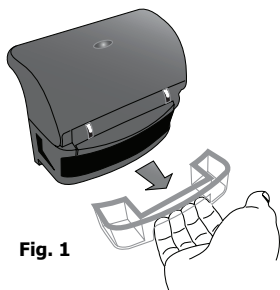

Fig. 1
1. Retire o colector de água, por debaixo da dobradiça da tampa, puxando-o para fora [fig. 1]. Retire a água recolhida após uso.